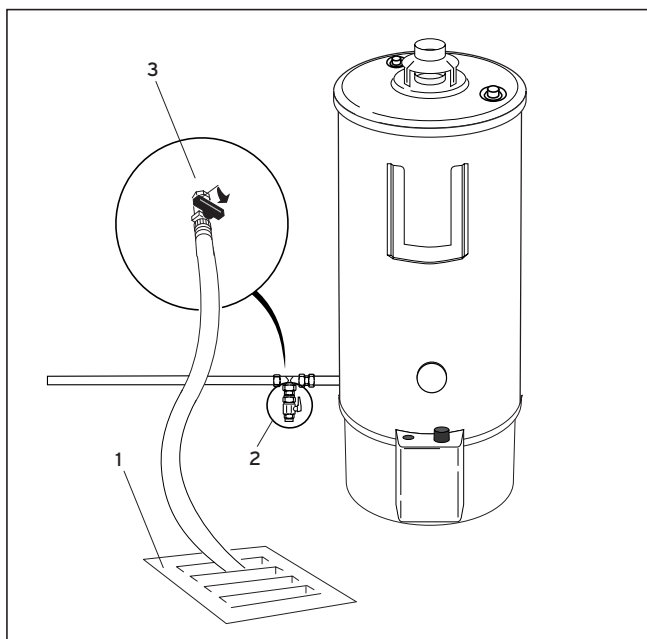

Fig. 6 Vaciado del VGH classic
- Vaciar completamente el VGH mediante el dispositivo de llenado y vaciado previamente instalado en la tubería de entrada de agua fría (2 y 3, fig 6).